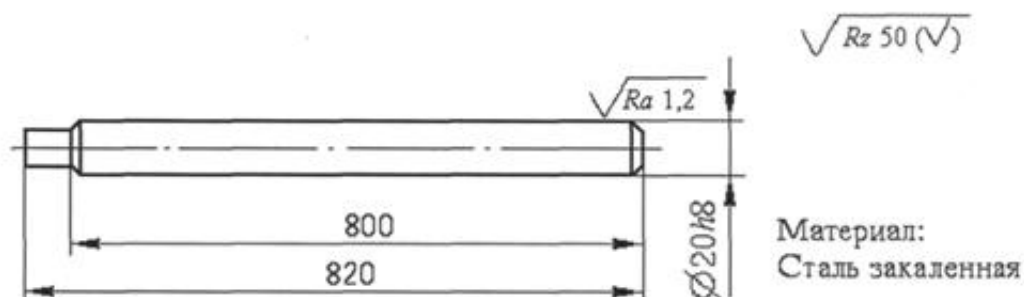

Рисунок 6
2. Выполнить эскиз технологической схемы финишного перехода при обработке наружной цилиндрической поверхности с указанием баз, главного и вспомогательного рабочих движений (рисунок 6).